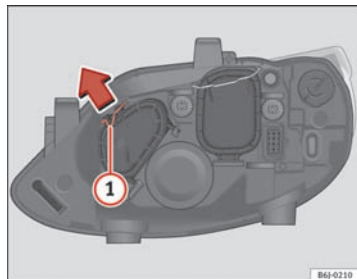

Fig. 151 Fjernlys
- Forskyd holderen ① i pilens retning, og tag dækslet af ⇒ Fig. 151.